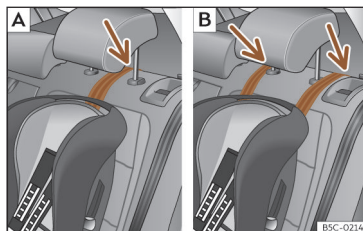

Fig. 37 Bancos traseiros: ajuste e montagem em função do cinto Top Tether.
- Coloque a correia por baixo do encosto de cabeça (em função das instruções da própria cadeira, levante ou retire o encosto de cabeça se for necessário) >>> **Fig. 37.**